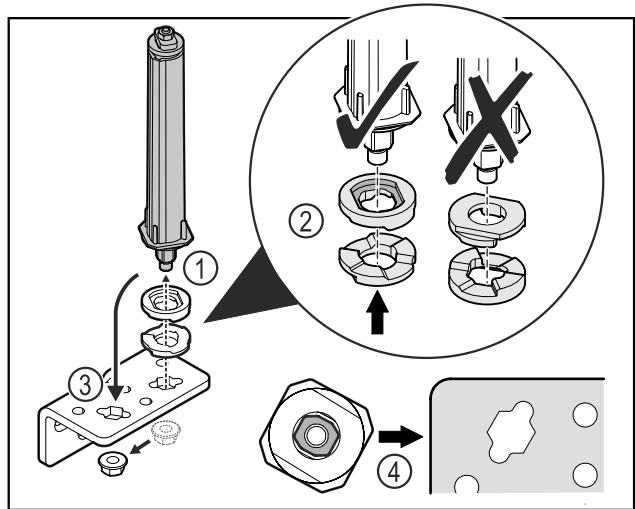

Fig. 51
- ▶ Отпустите гайку и демонтируйте систему закрытия двери Fig. 51 (1).
- ▶ Учитывайте правильность выравнивания шайб для регулировки высоты Fig. 51 (2).
- ▶ Переставьте систему закрытия двери в шарнирном уголке и зафиксируйте гайкой Fig. 51 (3).
- ▶ При установке учитывайте правильность выравнивания системы закрытия двери Fig. 51 (4).